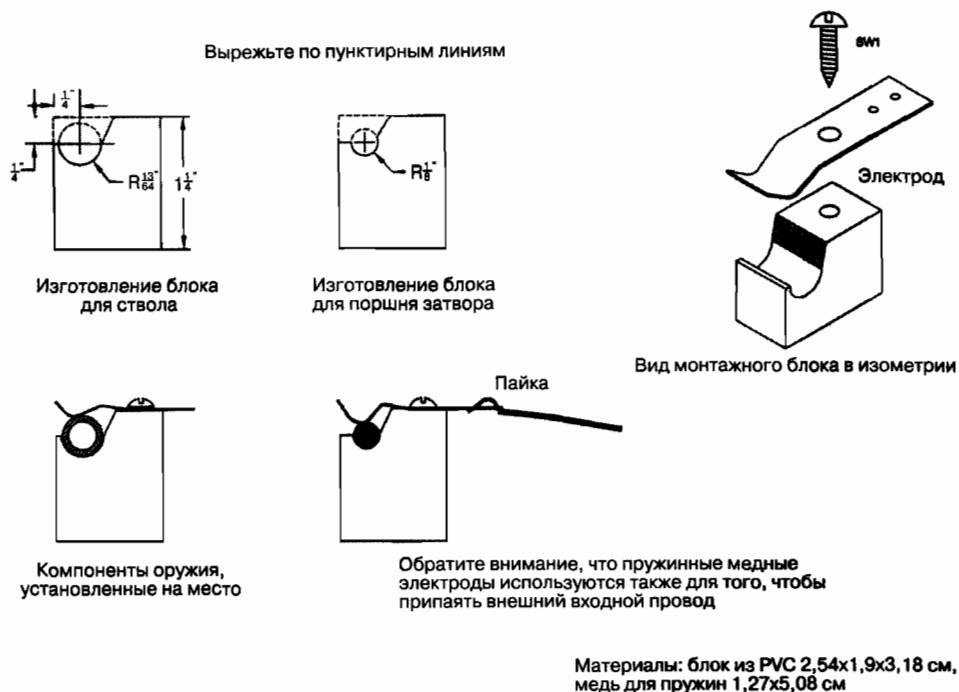

Рис. 5.5. Монтажная схема, показывающая составные блоки
4. Соберите стенд для испытаний, как показано на рис. 5.5 и 5.6. Он дает возможность быстрой разборки и обеспечивает хороший электрический
- ленточной пилой выпилите секции блоков (см. рис. 5.5, пунктирная линия). Для доводки размеров и окончательной обработки воспользуйтесь напильником.